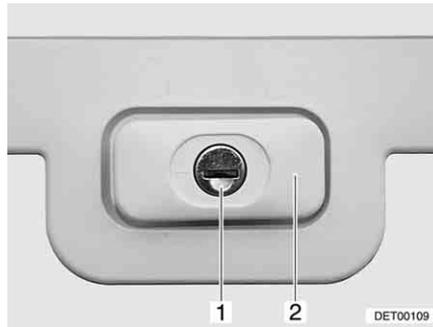

Fig. 29 Serratura dello sportello, rettangolare, chiusa
- Inserire la chiave nel cilindro della serratura (Fig. 29,1) e ruotare di un quarto di giro. La maniglia della serratura (Fig. 29,2) scatta all'infuori.